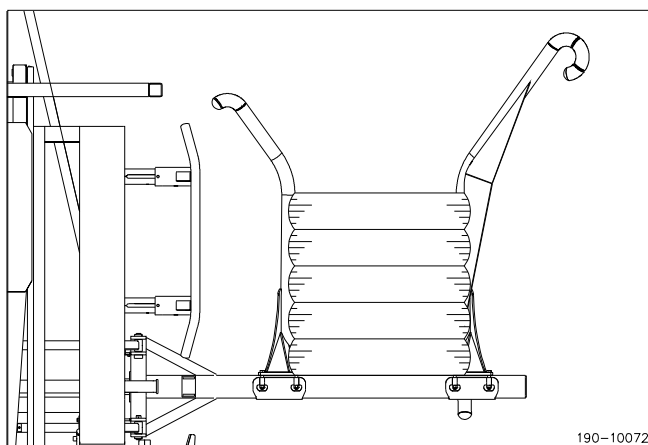

Figure 19
- 4) Soulever le bras de chargement dès que ou juste avant que la balle touche le bas du "U". (Figure 19)